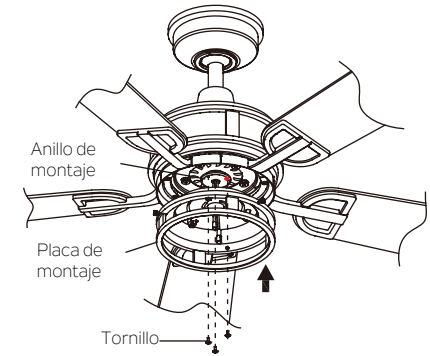

Fig. 21
Paso 1. Va a encontrar una etiqueta de punto en el anillo de montaje. Luego retire los 3 tornillos preinstalados en el anillo de montaje y guárdelos para reutilizarlos más tarde. Alinee las etiquetas de puntos en la placa de montaje con el anillo de montaje. Fije la placa de montaje al anillo de montaje con tres tornillos retirados previamente. Si es necesario, ajuste la placa de montaje, para alinear la llanta tanto en el cuerpo del motor como en la placa de montaje. Debe apretar con fuerza los 3 tornillos (Fig. 21).